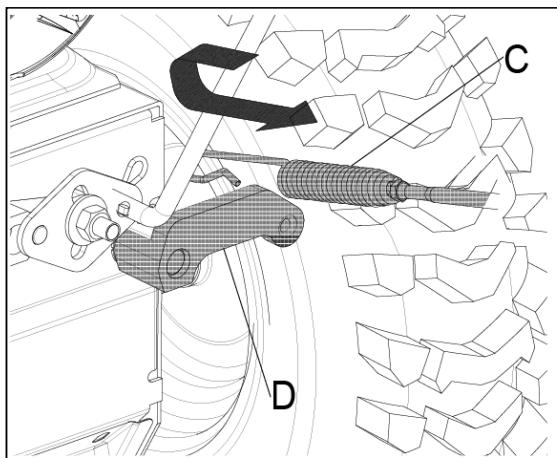

Рис.2
### 4.1. Сборка троса управления приводом колес и шнека (Рис.2).
Прикрепите нижнюю часть левого троса (A) к выходящему из трансмиссии тросу (B), а правый трос (C) к нижней опоре (D) Рис.2.